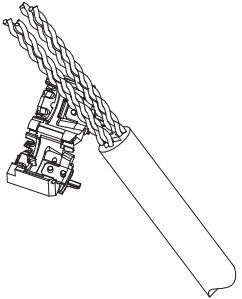

Fig 2.
4. Line up the wire manager with the blue pair indication on the label in line with the blue pair of the cable. Ensure that the end of the cable jacket is at the cable jacket stop inside the wire manager, and click the wire manager closed. (See Fig. 2).
4. Aligner la paire bleue du câble sur la marque correspondante trouvée sur l'étiquette du gestionnaire. S'assurer que le bord de la gaine s'appuie sur la butée interne du gestionnaire et refermer ce dernier (figure 2).
4. Alinee el guiador de cable del par azul con la indicación en la etiqueta en la línea con el par azul del cable. Asegúrese que la punta del forro del cable esté en el tope de la cubierta del cable en el interior del guiador de cable y cierre el guiador de cable hasta que haga un clic de cerrado (Ver Fig. 2).